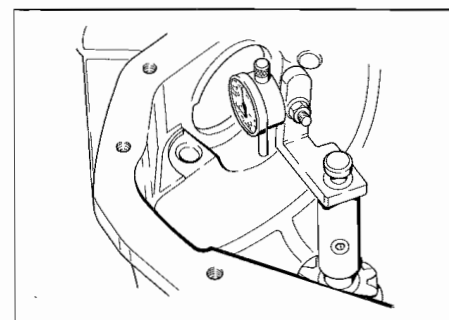

Fig. 35
36. Fissare la base magnetica del comparatore sulla estremità del pignone, in modo tale che l'astina tastatrice vada a poggiare sul fondo dell'alloggiamento del cuscinetto del differenziale. Questo è mostrato in **Fig. 35**. Il comparatore può essere leggermente spostato in avanti e indietro ruotando il pignone, in modo da accertarsi di ottenere la misura massima.
36. Mount the magnetic base of the clock onto the pinion end so that the stylus registers in the bottom of the differential bearing bore. This is shown in **Fig. 35**. The clock can be moved slightly to and from by turning the pinion in order to ensure maximum reading is obtained.